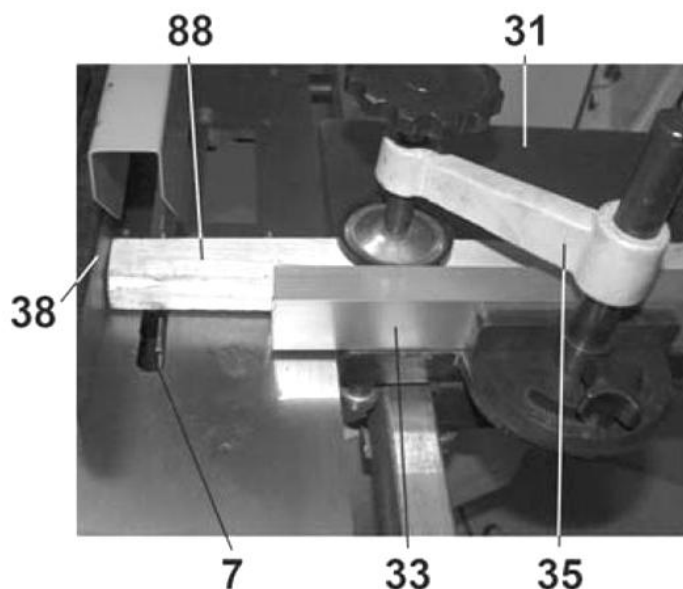

Рис. 28
- Для поперечного пиления (торцевания) заготовку (88) (Рис. 28) установите на подвижный стол (31) (Рис. 28), плотно прижмите к упорной планке (33) (Рис. 28) и надёжно закрепите прижимным устройством (35) (Рис. 28). Угол поперечного пиления обеспечьте положением упорной планки 33 (Рис. 28) относительно пильного диска (7) (Рис. 28) по шкале транспортира прижимного устройства (31) (Рис. 28). Подача заготовки производится перемещением подвижного стола (31) (Рис. 28) во встречном направлении вращения пильного диска (7) (Рис. 28).